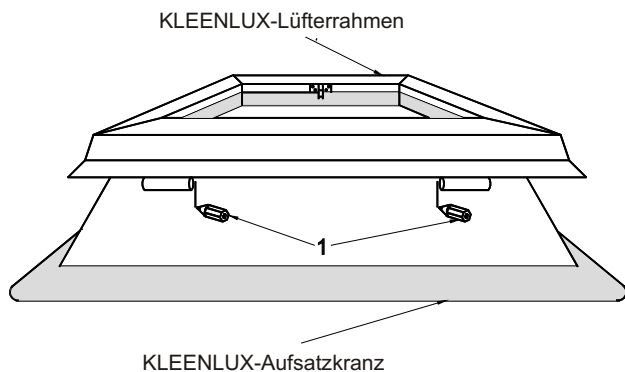

Abb. 1: Anzeichnen der Scharnierpositionen am KLEENLUX-Aufsatzkranz.
- ❶ Hängen Sie die unteren Scharnierteile in die Scharnierteile am Lüfterrahmen ein.
- ❷ Legen Sie den Lüfterrahmen auf den Aufsatzkranz und richten Sie diesen an den Innenkanten des Aufsatzkranzes gleichmäßig aus.
- ❸ Vermitteln Sie die unteren Scharnierteile in der Führung der oberen Scharnierteile und zeichnen die Position am Aufsatzkranz an (Abb. 1, Pos. 1).
- ❹ Nehmen Sie den Lüfterrahmen vom Aufsatzkranz, hängen die unteren Scharnierteile aus und legen ihn beiseite.
- ❺ Legen Sie die unteren Scharnierteile an den angezeichneten Stellen vollflächig auf den Aufsatzkranz und zeichnen die Bohrstellen am Aufsatzkranz an.